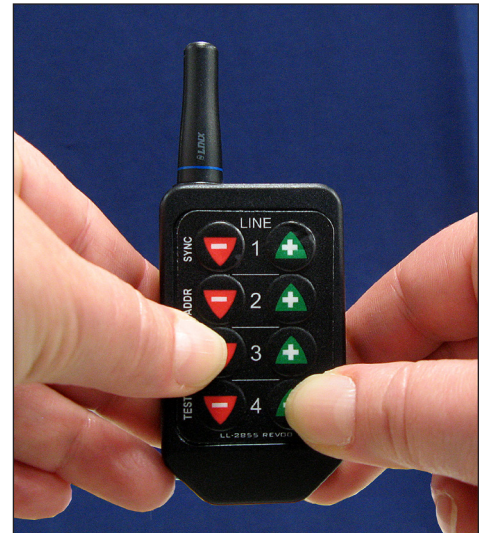

Figure 43: Entrer/Quitter mode de temps de maintien
1. Maintenez appuyées les touches -3 et +4, comme indiqué en **Figure 43**, pendant environ 5 secondes – jusqu'à ce que le temps de maintien s'affiche sur l'afficheur Fuelight.